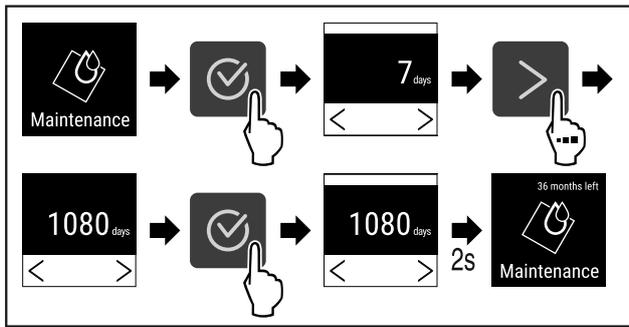

Fig. 74
- ▶ Seguir los pasos de procedimiento (consulte Fig. 74) .